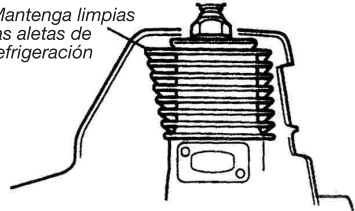

Imagen 33
- Limpie la suciedad y los restos acumulados del motor, revise y limpie las aletas de refrigeración y el filtro del aire para evitar su obstrucción. Ver Imagen 33.